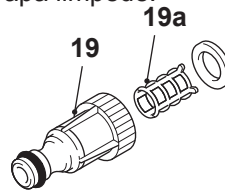

Fig. 19
- > Deșurubați și îndepărtați adaptorul racordului de apă (19) de la racordul de apă (14).
- > Demontați adaptorul racordului de apă (19) (Fig. 19).